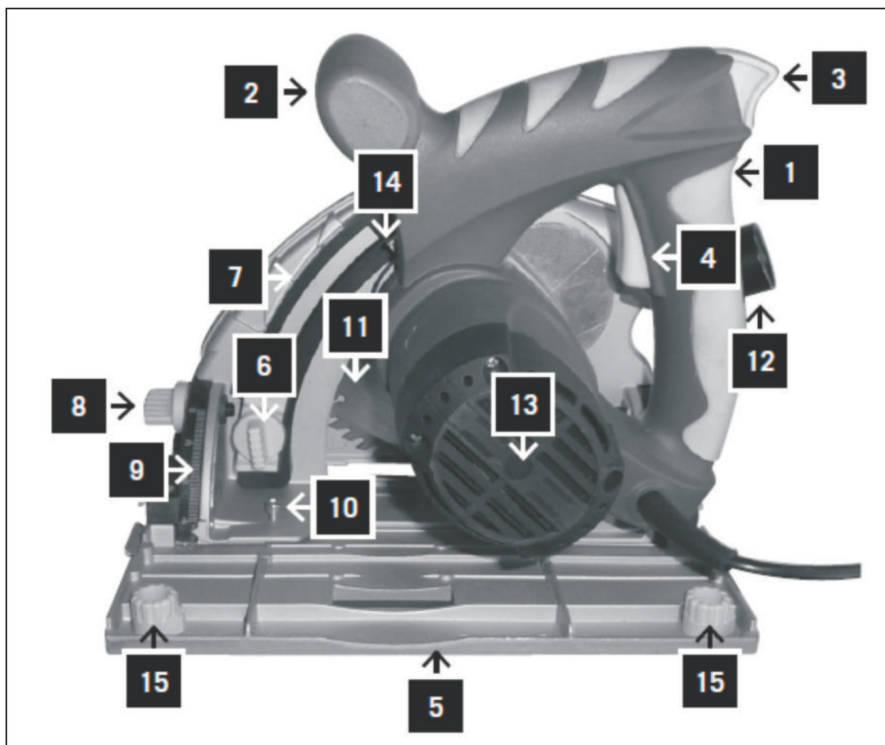

Рис. 2
2. Зафиксировать пильный диск с помощью кнопки фиксации диска (поз. 14, Рис. 2);
При угле наклона 0° по шкале угла наклона диска (поз. 9, Рис. 2) плоскость пильного диска с плоскостью опорной платформы образует прямой угол. В этом положении указатель шкалы указывает на 0° . В случае, если при установке прямого угла между пильным диском и опорной платформой указатель шкалы отклонился от отметки 0° , необходимо выполнить калибровку прямого угла. Калибровка прямого угла выполняется с помощью откручивания/закручивания (в зависимости от того, в какую сторону необходимо выполнить калибровку) винта калибровки прямого угла (поз. 10, Рис. 2).